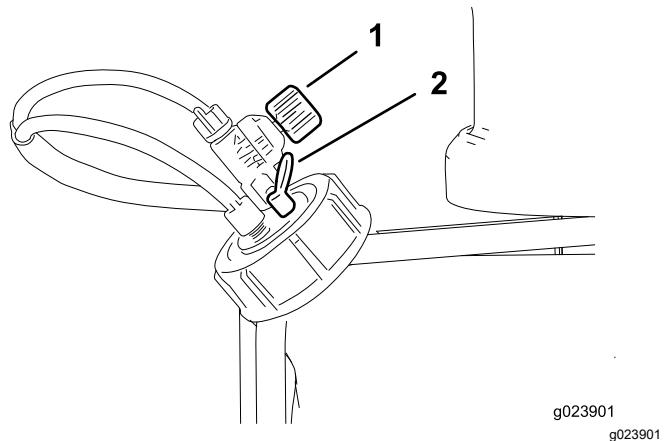

Figure 32
- Régulateur de mousse – il contrôle la consistance de la solution moussante. Le réglage du régulateur permet de contrôler la quantité de solution moussante envoyée aux buses. Plus le débit augmente, plus l'application de mousse sera fréquente, et plus le débit diminue, moins l'application de mousse sera fréquente (Figure 32).
- Clapet de décharge – tirez la languette rouge sur le bouchon du réservoir pour évacuer la pression du réservoir (Figure 32).